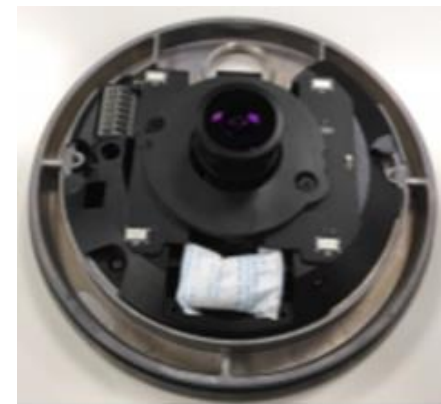

Figura 3
8. Introduzca la bolsa desecante en la cámara. Consulte la ubicación en la Figura 3.
5. Introduzca la bolsa desecante en la cámara. Consulte la ubicación en la Figura 3.
7. Introduzca la bolsa desecante en la cámara. Consulte la ubicación en la Figura 3.